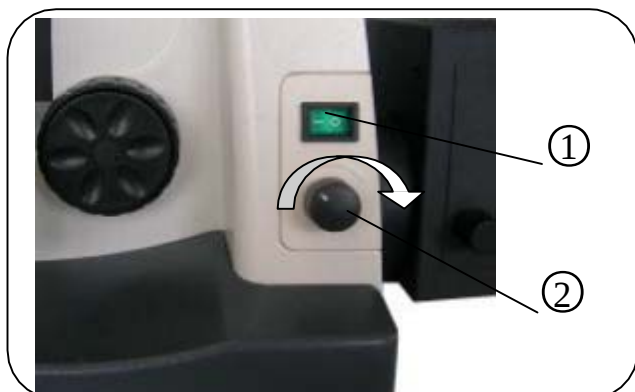

Fig. 6.
1. Ajuste intensidad iluminación Fig. 6